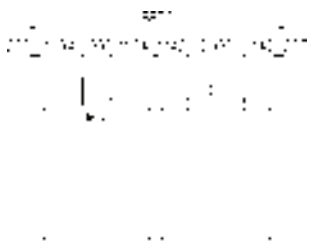

图 9-55 打开素材
- 1) 按〈Ctrl+O〉组合键，打开配套光盘提供的“第 9 章/9.2.2 文字复值.dwg”素材文件，结果如图 9-55 所示。